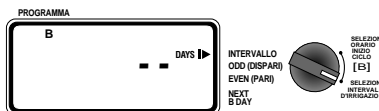

FIGURA 7: Impostazione del programma B per l'irrigazione ad intervalli
- Portare la manopola delle funzioni su **SET WATERING INTERVAL**. Il cursore lampeggia sulla destra della dicitura **INTERVAL** [notare Figura 7].